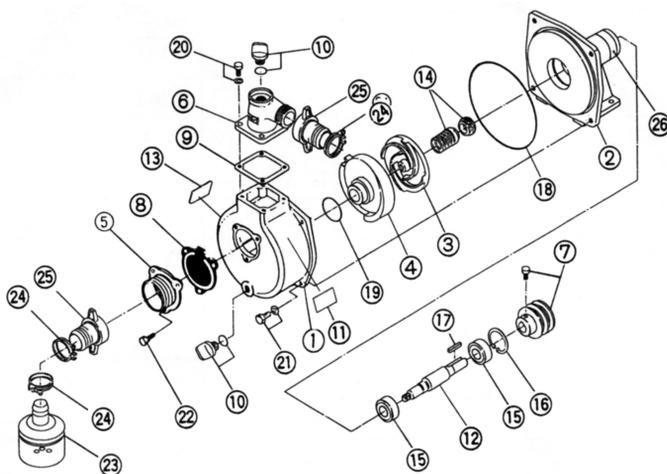

рис.3
5.1. Насос (качающий узел, рис. 3 с детализовкой, таблица 3) включает в себя: